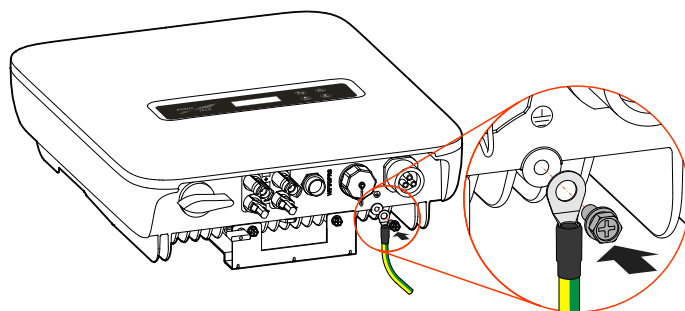

Figura 3-15 Conexão do cabo do aterramento externo
- Etapa 2 Conecte o cabo de aterramento crimpado ao terminal de aterramento externo conforme mostrado na Figura 3-15.